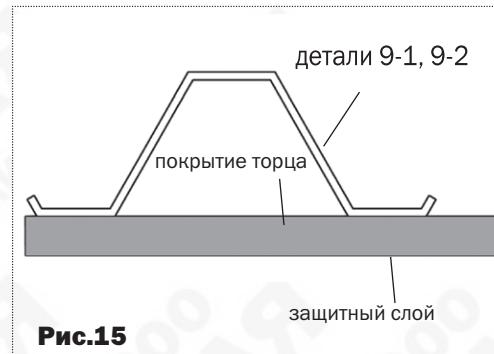
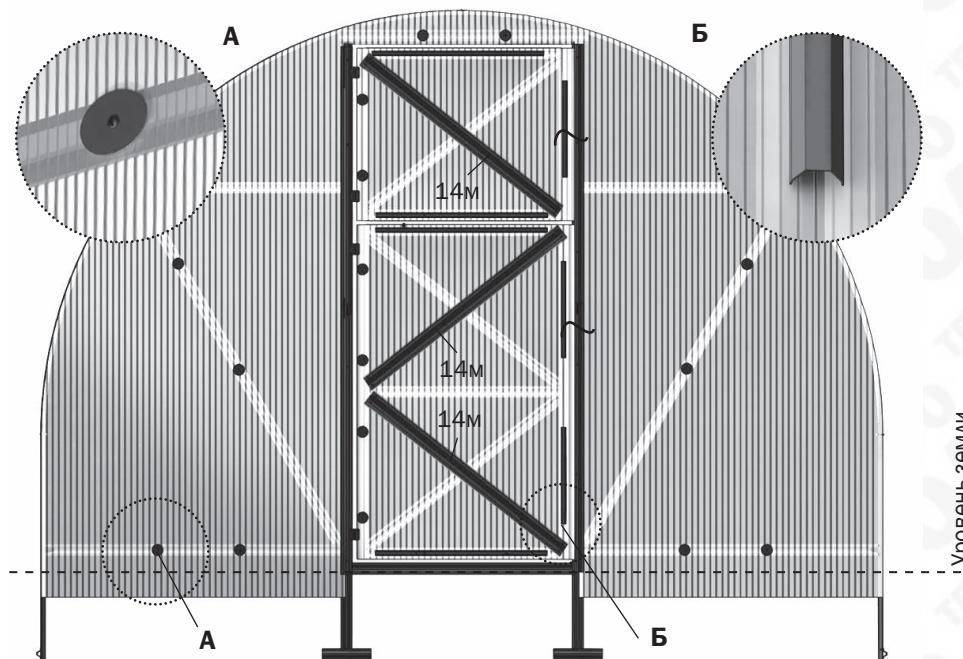

Рис.15
Рис. 23
2. Установите боковые куски покрытия торца в соответствии с **рис.15**. Придерживая кусок покрытия, закрепите его винтами с шайбами по деталям **11** и **8** (**рис.23**). Отверстия для винтов выполняются сверлом диаметром 4 мм изнутри теплицы через готовые отверстия в деталях каркаса.
5. Закрепите куски покрытия на форточки и двери прижимами и шайбами (**рис.23**), предварительно закрыв сотовы (оклеив их скотчем). По сторонам, противоположным петлям покрытие должно выступать за каркас на 15 мм (**рис.22**). Профили уплотнительные устанавливаются по контуру дверей и форточек в соответствии с рисунками **19...22**.
6. Шайбы и прижимы на торце устанавливаются в соответствии с **рис.23.**
Покрытие, закрепляется винтами с шайбами в соответствии с рис. 23а. В некоторых деталях остаются свободные отверстия, по ним винты с шайбами не устанавливать!
Рис. 23а